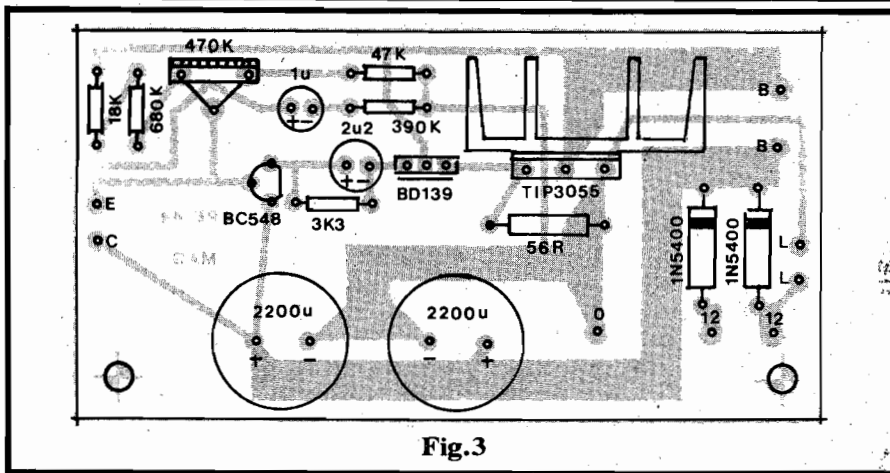

Fig. 3
- FIG. 3 - CHAPEADO DA MONTAGEM (PLACA) - O Circuito Impresso agora é visto pela face não cobreada, componentes já posicionados... Notar que várias das peças são polarizadas, e assim merecem atenção especial na colocação, uma vez que - se forem invertidas - "dananão" tudo: